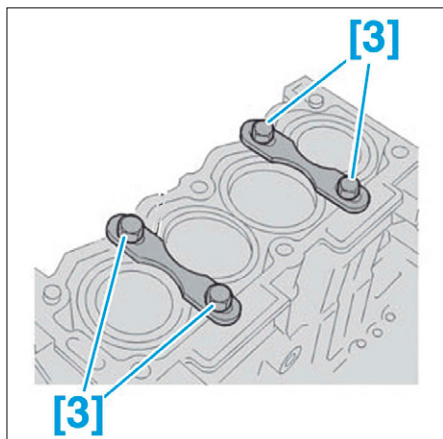

FIG. 32
- Mettre en place les outils [3] (Fig.32).